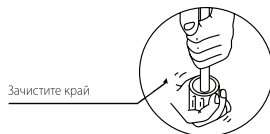

Рис. 25
- Держите трубу развальцовываемым концом вниз, чтобы металлические опилки не попали внутрь. (См. рис. 25).